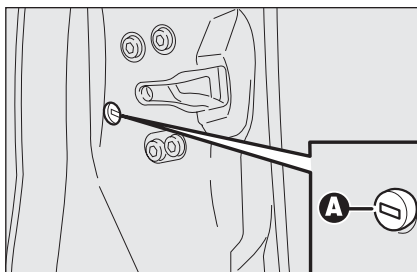

fig. 91
- insérer la tige métallique de la clé électronique dans le logement **A-fig. 91**;
- enlever la clé de son siège **A-fig. 91** et repositionner ensuite le bouchon de protection sur la porte.